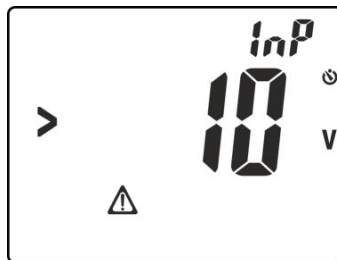

Abb. 27: Spannung an Eingangsbuchsen vorhanden
8. Drücken Sie **GO/HOLD** Taste zum Starten der Messung. Die Bildschirmseite in der Abb. 27 kann im Display erscheinen, wenn eine Spannung $>10V$ an den Eingangsbuchsen vorhanden ist, die Messung wird unterbrochen.